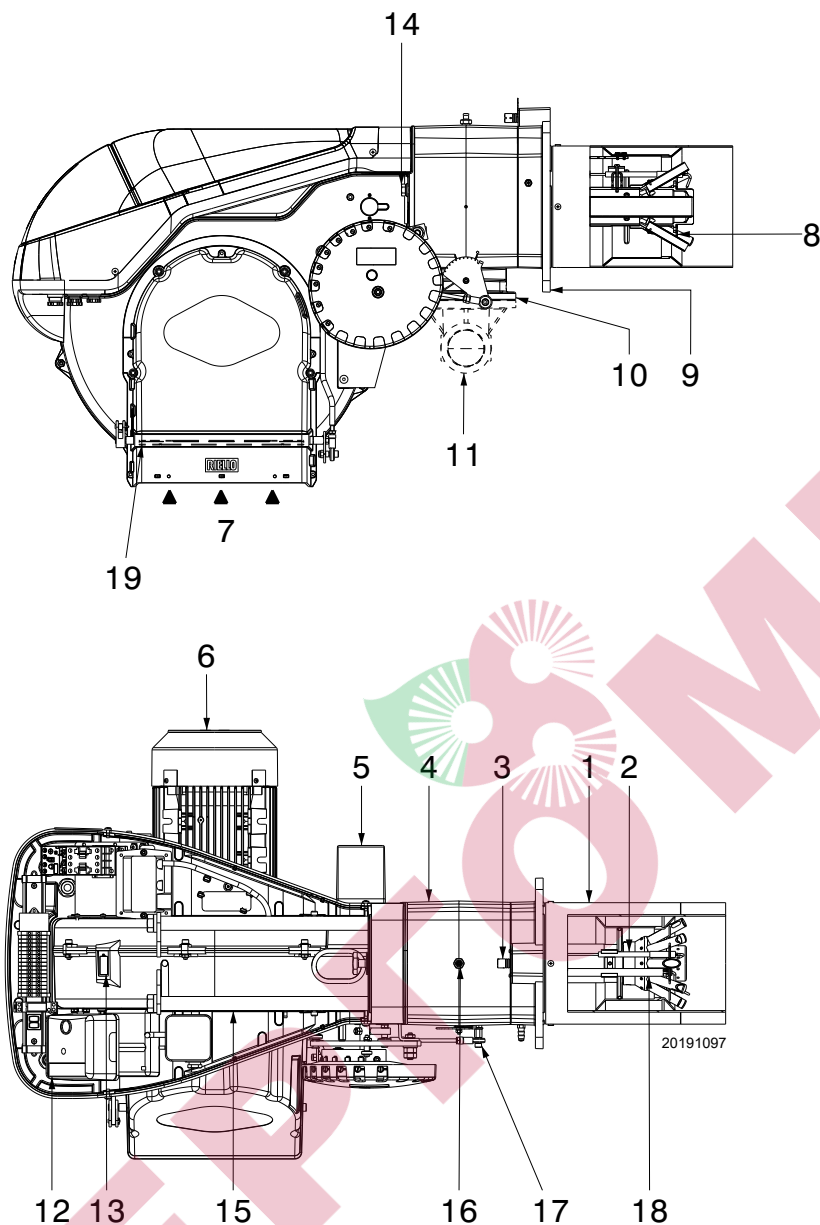

рис. 5
- (1) Нормальные условия эксплуатации: Температура окружающей среды 20°C Температура газа 15°C Барометрическое давление 1013 мбар Высота 0 м н. у. м.
- (2) Давление газа на штуцере 21) (Рис. 5) при нулевом давлении в камере сгорания и при максимальной мощности горелки.
- (3) Звуковое давление было измерено в лаборатории на заводе-изготовителе, горелка работала на испытательном котле на максимальной мощности.
Если кнопка 12 на блоке управления (красный светодиод) (рис. 5) загорается, это означает, что горелка заблокирована.